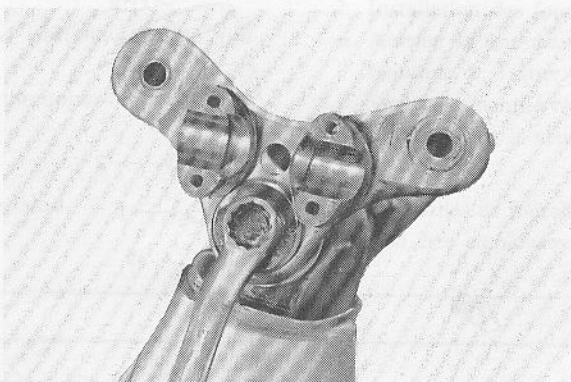

Fig. 5-7-4
3. Remove stem fitting bolt and crown washer. (Fig. 5-7-4)
3. Démontez le boulon de fixation de tige et la rondelle collerette. (Fig. 5-7-4)